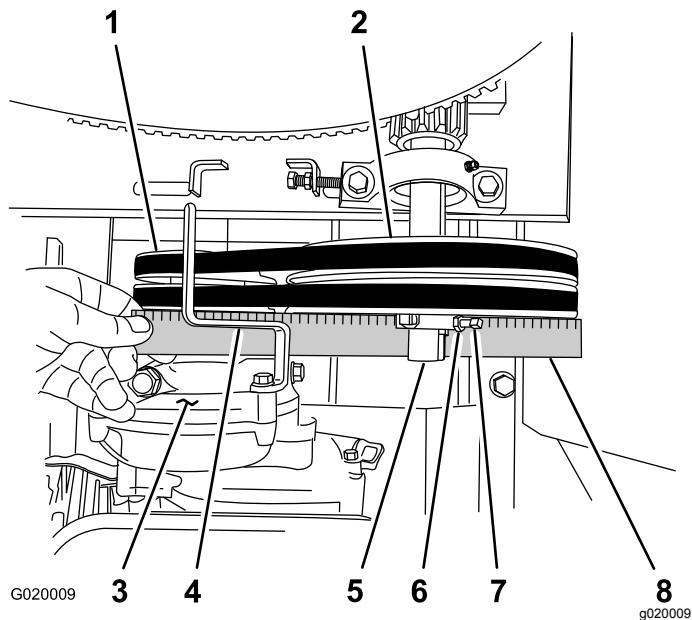

Figura 66
D. Coloque una regla sobre la polea del motor y la polea tensora (Figura 66).
E. Si es necesario, gire el motor sobre la chapa del motor hasta que la polea del motor y la polea tensora estén alineadas con la regla (Figura 66).